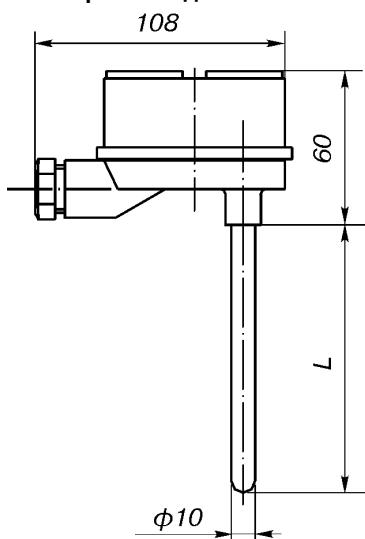
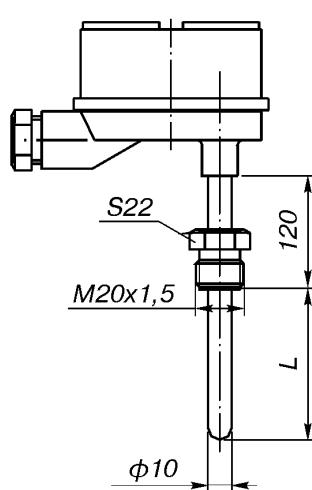
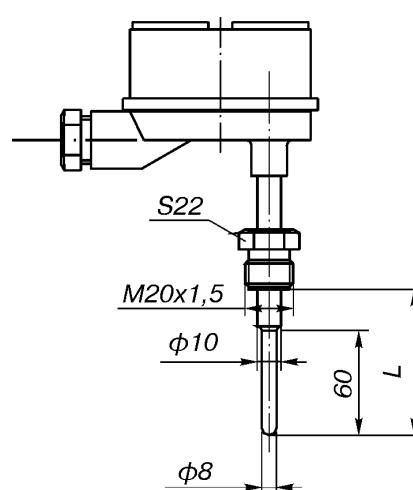

Рис.1.
Рис.2 (ост.см.рис.1).
Рис.3 (ост.см.рис.1).
**Назначение:** термопреобразователи сопротивления медные **ТСМ Метран-203 и ТСМ Метран-204 по рис.1, 2, 3, 6, 7** предназначены для измерения температуры жидких и газообразных химически неагрессивных сред, а также агрессивных, не разрушающих материал защитной арматуры.
**Материал соединительной головки:** алюминиевый сплав (рис.1а-3а, 1б-3б).
Рис.1а.
Рис.2а (ост.см.рис.1а).
Рис.3а (ост.см.рис.1а).
(для рис.1, 2, 3; 1а, 2а, 3а; 16, 26, 36)**